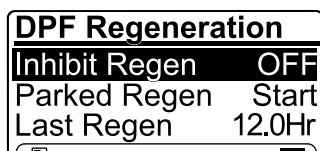

Figure 36
2. Appuyez sur le bouton droit pour faire passer le paramètre Inhibit Regen de On à Off (Figure 36) ou inversement (Figure 36).